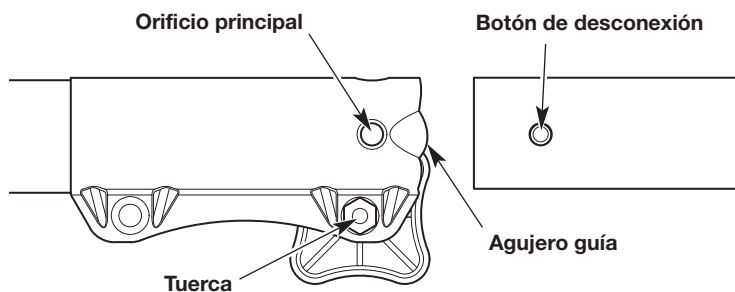

Fig. 5
4. Alinee el botón de liberación con el embutimiento de la guía (Fig. 5).
5. Presione el accesorio directamente dentro del acoplador hasta que el botón de liberación encaje a presión firmemente del orificio principal (Fig. 5).
6. Gire la perilla en el sentido de las agujas del reloj para apretar el acoplador (Fig. 5).
**NOTA:** No ajuste demasiado la tuerca (Fig. 5).
3. Oprima y mantenga apretado el botón de liberación (Fig. 5).